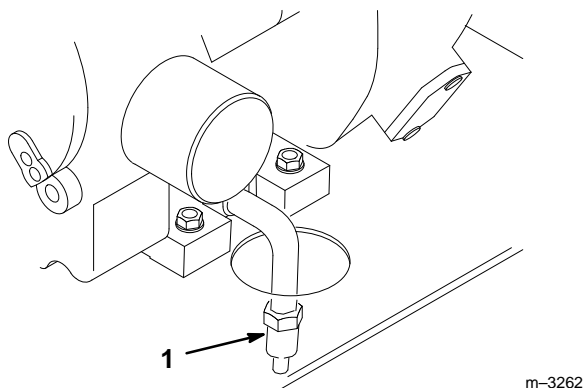

Figure 28
4. Placer un récipient sous l'ouverture de vidange d'huile. Dévisser le bouchon de 1/8 de tour vers la gauche, et le retirer pour vidanger l'huile (Fig. 28).